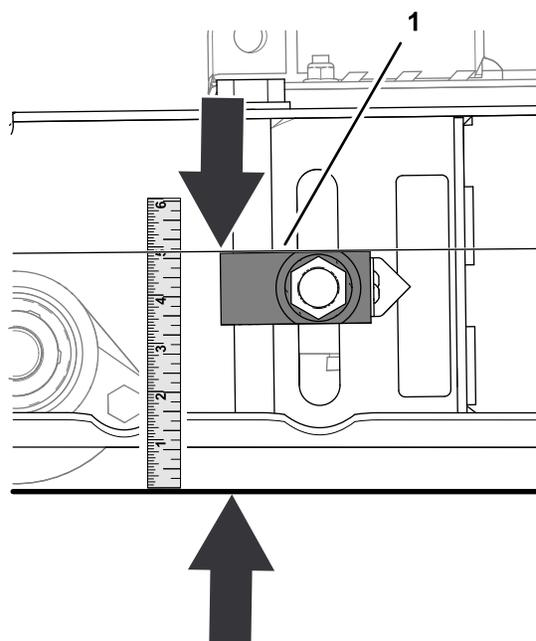

Рисунок 81
- Измерьте расстояние между верхом блока регулятора и землей (Рисунок 81).